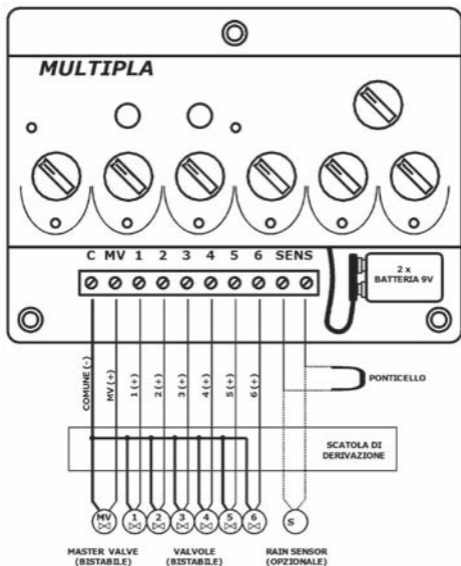

Figura 2 - Schema di collegamento MULTIPLA-DC
- Effettuare quindi le seguenti connessioni, inserendo ed avvitando alla morsettiere i relativi terminali spellati per almeno 5 mm, e prestando attenzione alle polarità indicate in Figura 2: